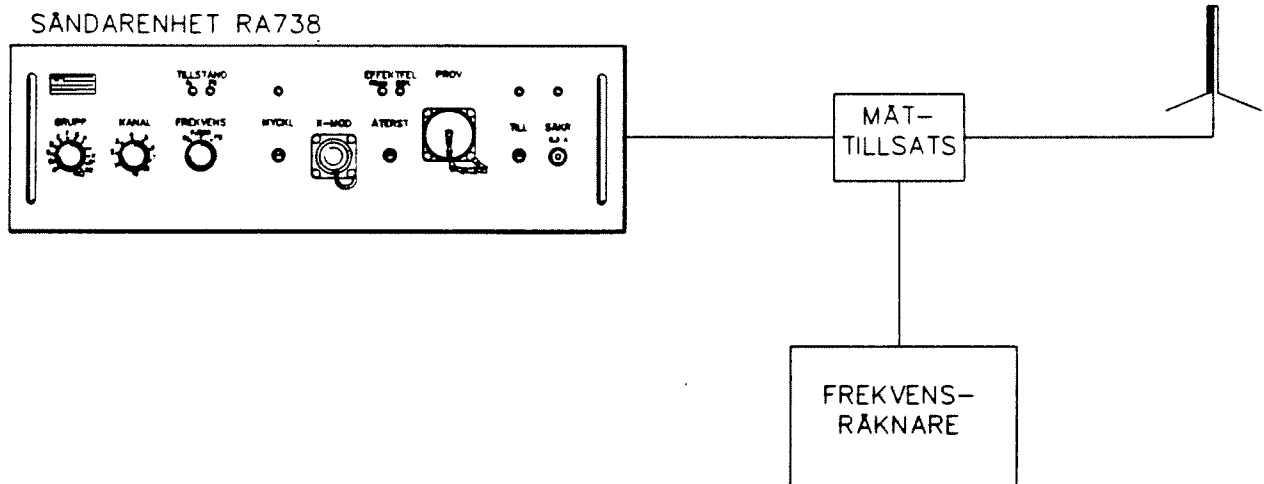

Bild 64.
- Koppla upp enligt bild 64 genom att: